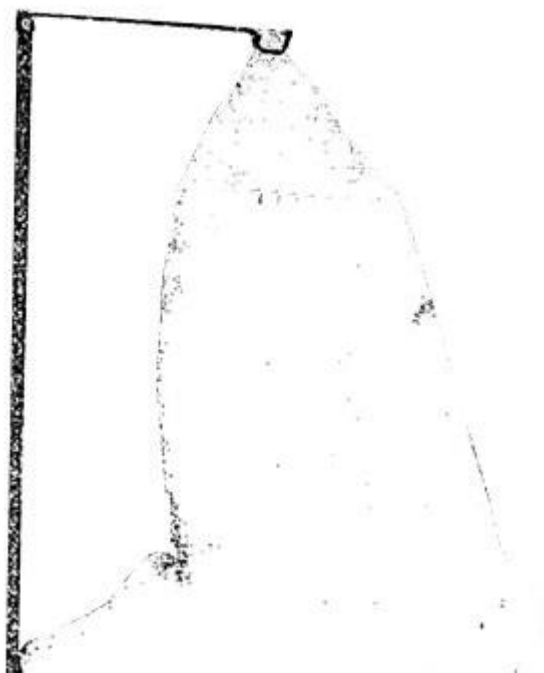

Рис. 15
- Наденьте пылесборные емкости на верхние концы опорных стоек как указано на рис.15.